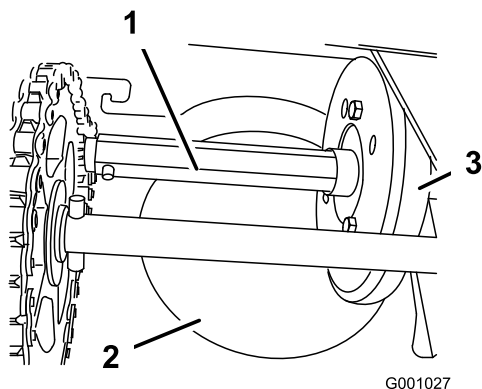

Figure 49
Graissez légèrement l'arbre hexagonal une fois par an avec de l'huile moteur de type automobile (Figure 49).
**Important:** Veillez à ne pas faire couler d'huile sur la roue en caoutchouc ou le plateau d'entraînement à friction en aluminium ou la transmission patinera (Figure 49).